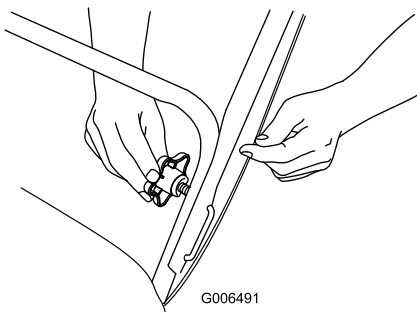

Figure 4
1. Dispositifs de blocage en “U” (2)      2. Boutons de guidon
2. Insérez le dispositif de blocage en “U” dans le trou libre du guidon et serrez fermement les boutons du guidon (Figure 4).